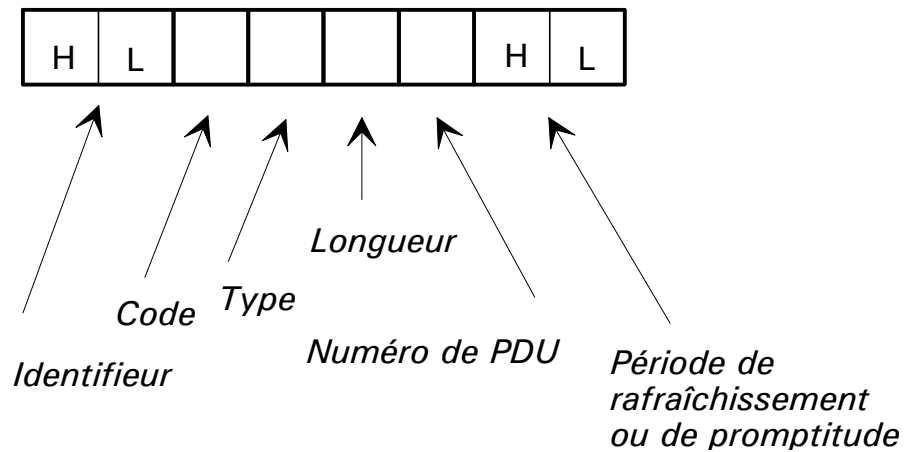

Figure 1 : description d'une variable
2)- **0x20XX** est la variable de chargement de configuration FIP. Elle contient la description d'une variable. C'est avec 0x20XX que l'on va charger les paramètres FIP des variables utilisateurs. Si la description de la variable contenue dans 0x20XX est correcte, FIPSENSOR sauvegarde et va utiliser cette description. 0x20XX est composée de 8 octets, qui correspondent à la description d'une variable (voir Figure 1).
La description d'une variable est donnée en Figure 1.